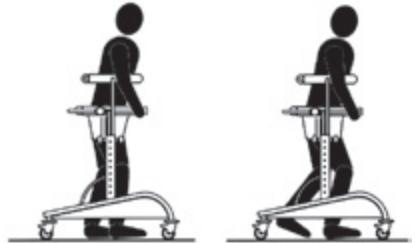

Fig.2
a) crear y facilitar el esquema del paso (fig. 2)